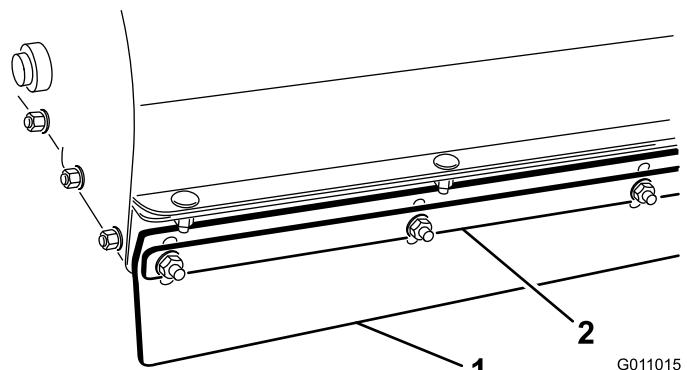

Figura 20
1. Solte as porcas que prendem a tira de metal e a aba dianteira à caixa da escova (Figura 20).